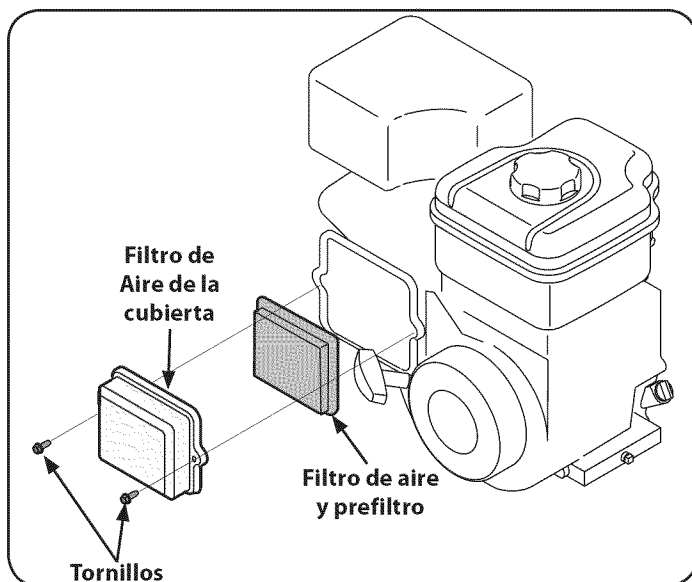

Figura 23
1. Quite los tornillos que sujetan la cubierta del filtro de aire. Consulte la Figura 23.